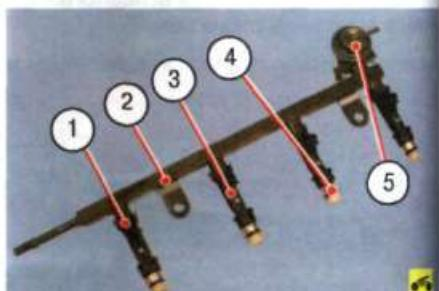

Рис. 5.22. Топливная рампа: 1 – фиксатор форсунки; 2 – рампа; 3 – форсунка; 4 – уплотнительное кольцо форсунки; 5 – регулятор давления топлива
**Топливная рампа** 2 (рис. 5.22) представляет собой литую пустотелую деталь с отверстиями для установки форсунок 3, с фланцем для установки регулятора давления топлива и со штуцером для присоединения топливопровода высокого давления. Форсунки упакованы в отверстиях рампы и в гнездах впускной трубы резиновыми кольцами 4 и закреплены пружинными фиксаторами 1. На фланце рампы двумя винтами прикреплен регулятор 5 давления топлива, к которому присоединен трубопровод слива топлива. Рампа с форсунками и регулятором в сборе вставлена на хвостовиками форсунок в отверстия впускной трубы и закреплена двумя болтами.